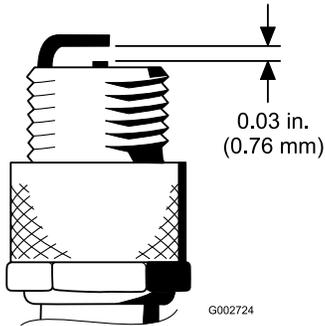

Figure 28
- Réglez l'écartement entre les électrodes centrale et latérale à 0,76 mm ; voir Figure 28. Montez la bougie avec l'écartement correct et un joint d'étanchéité, et serrez-la à 23 N·m. À défaut de clé dynamométrique, serrez fermement la bougie.